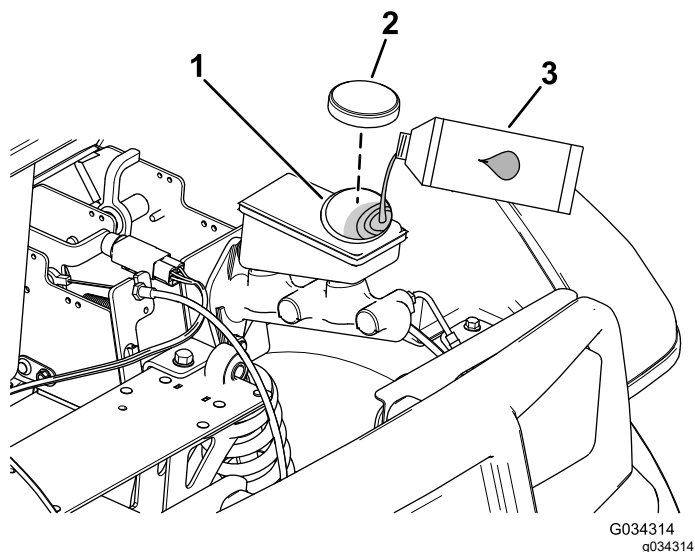

Рисунок 61
4. Поднимите капот, чтобы получить доступ к главному тормозному цилиндру и бачку (Рисунок 61).
- A. Очистите область вокруг крышки бачка и снимите крышку (Рисунок 61).
- C. Установите на место крышку бака (Рисунок 61).